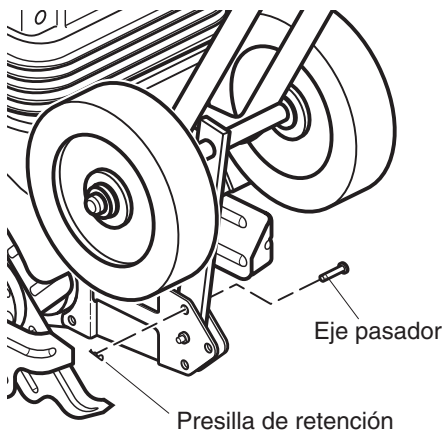

Figura 5 – Retiro de la presilla de retención y el eje pasador
1. Retire la presilla de retención y el eje pasador de la consola de montaje del conjunto ruedas (vea la figura 5).